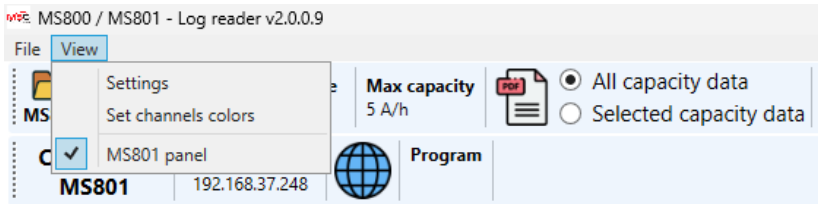

Рисунок 25
2. Для роботи із тестером треба активувати опцію “MS801 panel” (рис. 25).